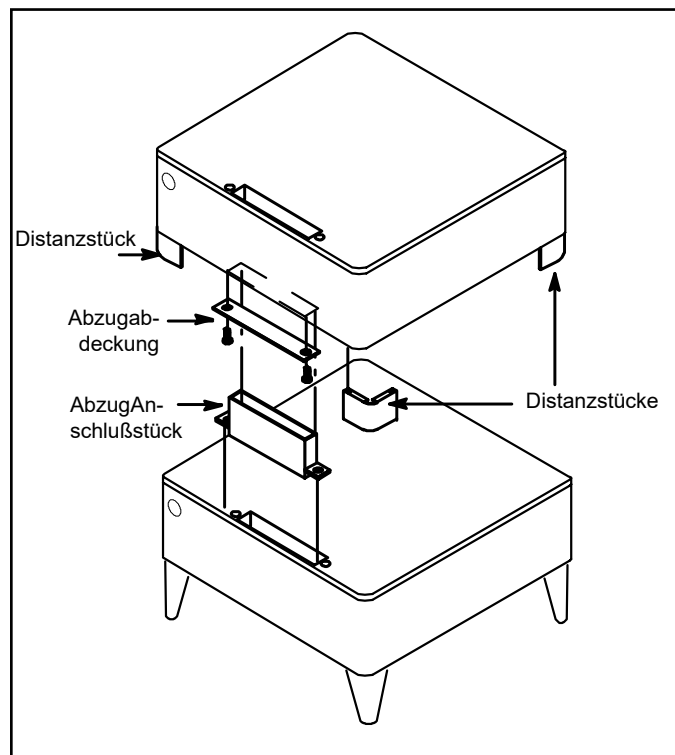

Figure 5
3. An der Unterseite des oberen Ofens die Distanzstücke anbringen. Siehe Abbildung 5. Das Ofenabzug-Anschlußstück an der Unterseite des Ofenabzugs anbringen. Drücken, bis es bündig mit der Unterseite des oberen Ofens abschließt. Kurzfristig mit Klebeband sichern.